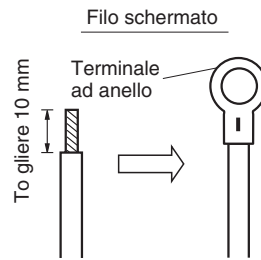
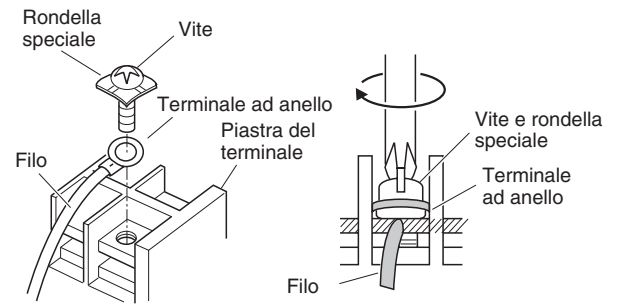

Fig. 4-7
Fig. 4-8
- (1) Tagliare l'estremità del filo con tronchesi, quindi togliere l'isolamento per esporre il conduttore per circa 10 mm ed attorcigliarne i trefoli. (Fig. 4-7)
- (2) Con un cacciavite a stella, rimuovere la vite o viti del terminale dalla piastra del terminale.
- (3) Fissare bene con delle pinze l'estremità denudata di ciascun cavo ad un terminale.
- (4) Applicare il connettore a occhiello al terminale corrispondente e serrare bene la vite. (Fig. 4-8)